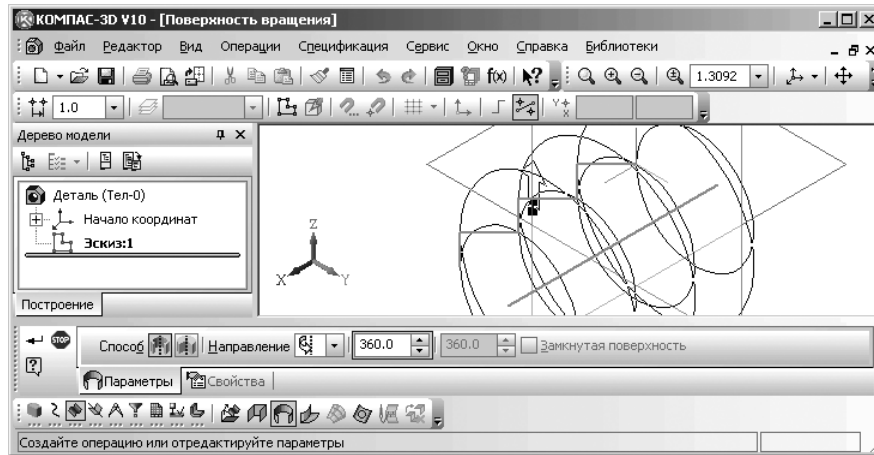

Рис. 7.114. Настройка параметров построения поверхности вращения и ее фантом
- щелкните в **Компактной панели** по кнопке переключателю  – **Поверхность**, а затем по кнопке  – **Поверхность вращения**. Появится **Панель свойств: Поверхность вращения** и фантом поверхности вращения (рис. 7.114).